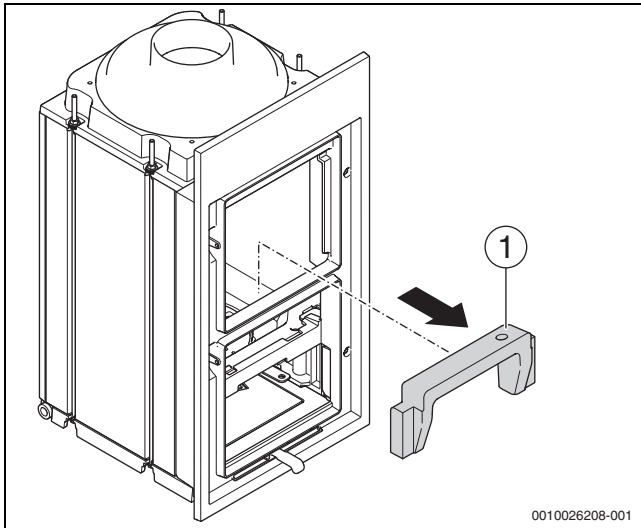

Bild 20 Frontstein (Hitzeschutzstein) ausbauen
- Durch die Füllraumtür greifen und den Stein (→ Bild 20, [1]) entnehmen.